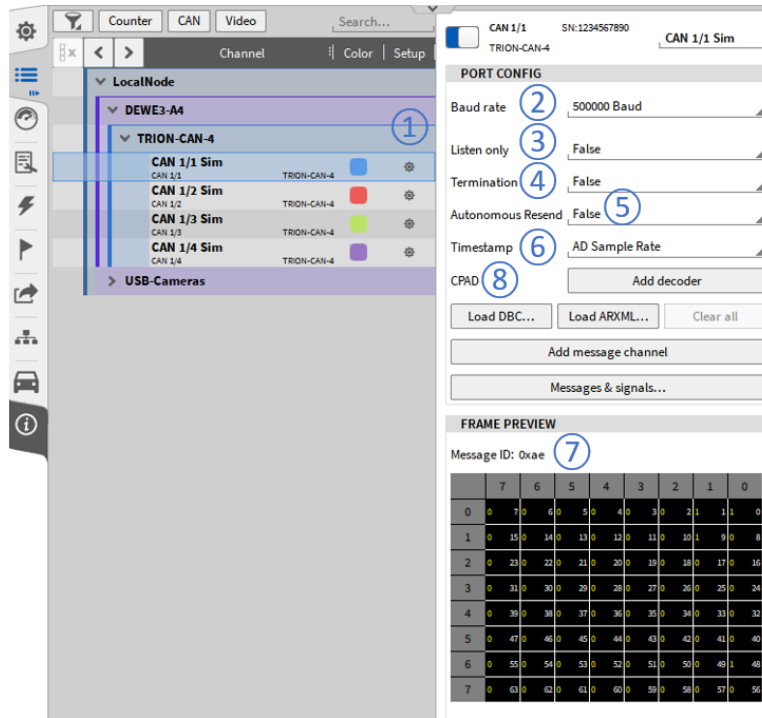

Abb. 7.202: CAN-Port-Konfiguration
des dedizierten CAN-Ports, indem Sie die Zahnrad-Taste drücken (siehe ① in Abb. 7.202).
- Baudrate (siehe ② in Abb. 7.202):
- Listen only (siehe ③ in Abb. 7.202):
- Termination (siehe ④ in Abb. 7.202):
- Autonomous Resend (siehe ⑤ in Abb. 7.202):
- Timestamp (siehe ⑥ in Abb. 7.202): Legt Zeitbasis fest, auf der die CAN-Signale ausgerichtet sind.
Die Framevorschau (siehe ⑦ in Abb. 7.202) zeigt eine Vorschau der empfangenen Nachrichten an, wenn alle Einstellungen (insbesondere Baudrate und Terminierung) korrekt eingestellt sind.
- CPAD (siehe ⑧ in Abb. 7.202): Wenn ein Modul der CPAD-Serie an den CAN-Bus angeschlossen ist, kann ein CPAD-Decoder hinzugefügt werden, um ihre Nachrichten und Signale zu dekodieren, ohne dass eine zugehörige dbc-Datei erforderlich ist. Weitere Informationen finden Sie in XRs und CPADs mit OXYGEN.